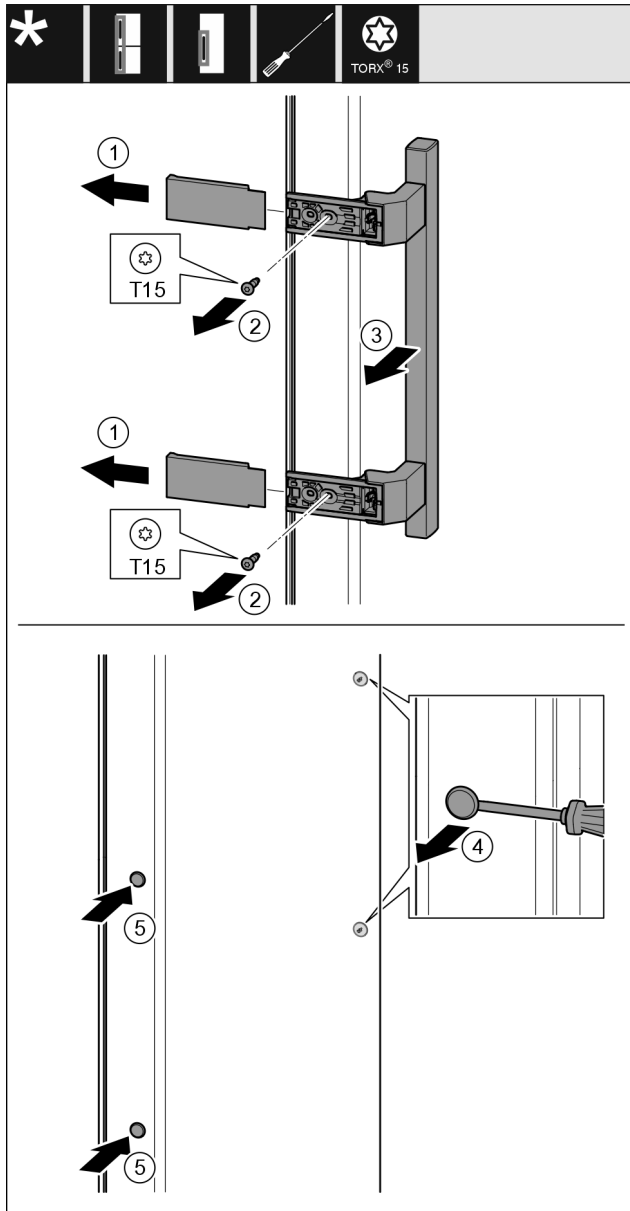

Fig. 49
- Izvucite poklopac Fig. 49 (1).
- Odvijačem odvrnite vijke Fig. 49 (2).
- Skinite ručku Fig. 49 (3).
- Odvijačem s ravnom glavom oprezno podignite bočni čep Fig. 49 (4) i izvucite ga.
- Ponovno umetnite čep Fig. 49 (5) na drugoj strani.